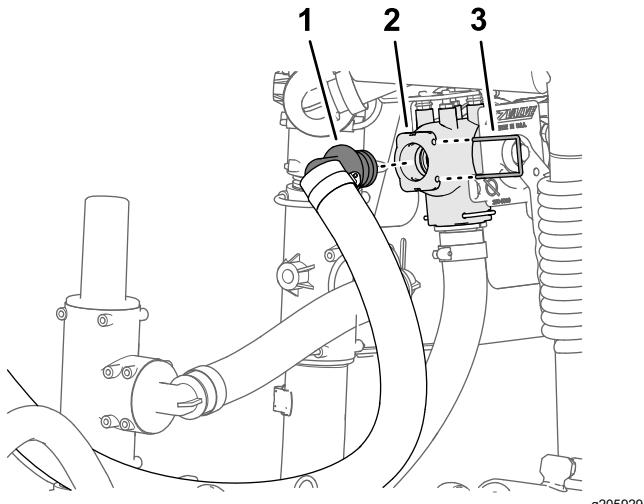

图 32
3. 将清洁加药器供水软管的 90° 宝塔接头装入清洁加药器切断阀的开口端 图 32。
4. 用卡环图 32 将宝塔接头固定到切断阀上。